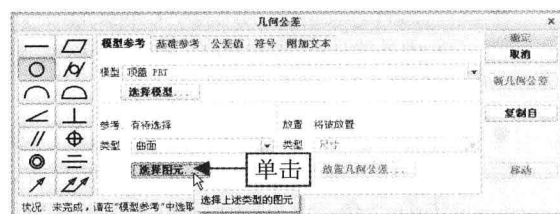

图 12-95 单击“选择图元”按钮
Step 03 弹出“几何公差”对话框, 单击“圆度”按钮 , 在“参考: 有待选取”选项区中单击“选择图元”按钮, 如图 12-95 所示。